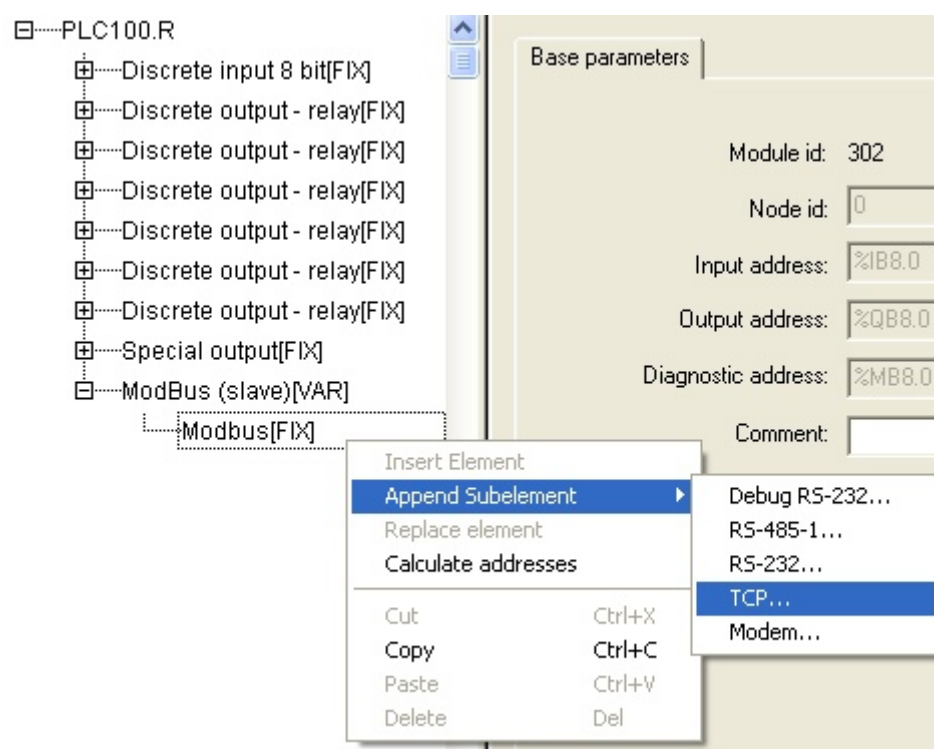

Рис.1.2
- 3) В качестве интерфейса модуля добавить интерфейс «TCP» (Рис.1.2).